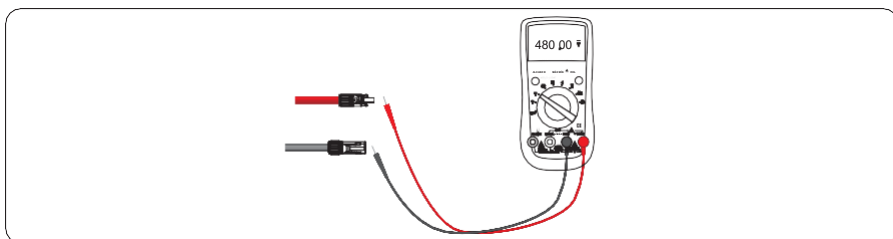

Figura 5.14 Comprobación del voltaje de cada ruta de cadenas
**Paso 5** Mida el voltaje de cada entrada de string con un multímetro. Asegúrese de que las polaridades de los cables de alimentación de CC sean correctas, tal como se muestra en la figura 5.14.